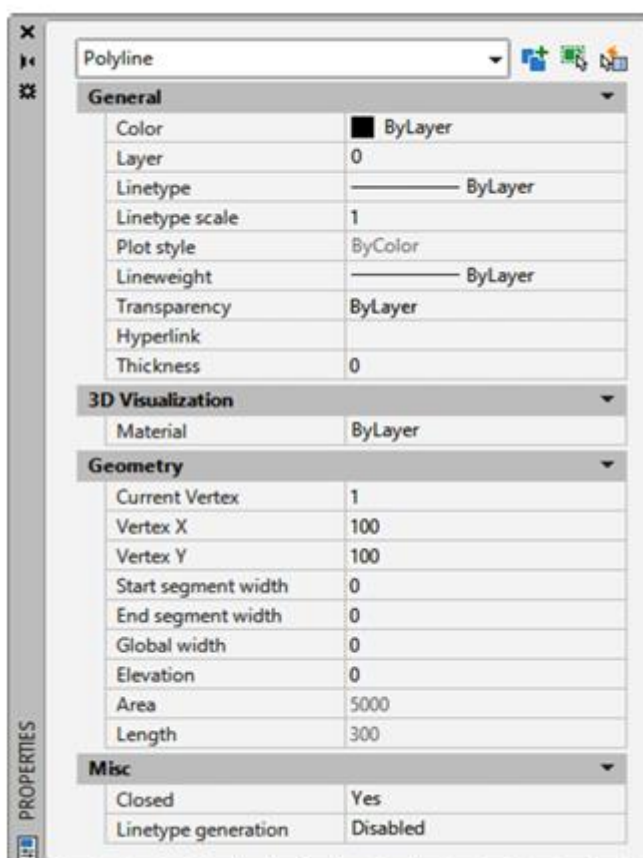

Рисунок 2.3. Вікно Властивостей
11. Ознайомтесь з можливостями Вікна Властивостей для будь-якого створеного примітиву (рис.2.3.). Накресліть три кола. За допомогою верхньої панелі «Свойства» пофарбуйте перше коло в червоний колір, друге — в зелений, третє — в синій. Також для кожного кола задайте різний тип ліній.